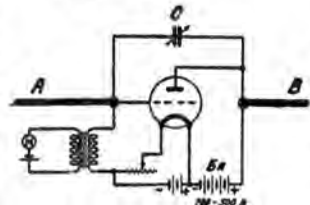
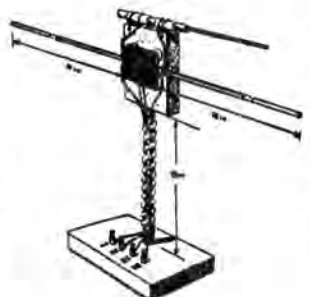
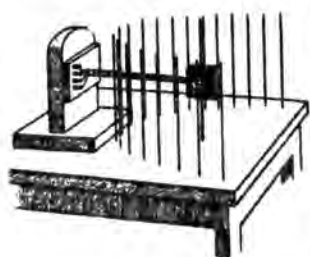

Рис. 2
Рис. 3
Рис. 4
В усилителе (рис. 2 статьи) реализован принцип широтно-импульсного регулирования мощности, который предполагает работу выходного транзистора в ключевом режиме; в идеальном случае мощность на нем не рассеивается вообще. Но в реальных условиях вследствие неидеальности характеристик электронных элементов, на транзисторе V4 выделяется некоторая мощность, причем наиболее сильно транзистор нагревается при некотором среднем значении мощности в нагрузке. Основная причина этого явления — работа силового транзистора в ненасыщенном режиме и малая крутизна фронтов импульсов.
ты, которые начали проводиться в 1924—1925 гг. в Лосиноостровской школе по передаче и приему на волне длиной 2 м (1). Схема передатчика, созданного под руководством Е. Н. Горячкина, показана на рис. 2, а конструкция — на рис. 3. «Развернутый колебательный контур, — писалось в статье, — служащий для излучения энергии, состоит из двух одинаковых прямолинейных проводников А и В, из которых первый А соединен с цилиндром [анодом], а второй В — с сеткой лампы... Приемник и передатчик помещаются внутри параболических зеркал (рис. 4), состоящих из вертикально поставленных медных проводников толщиной 3—5 мм, длиной в 110 см. Антенны передатчика и приемника должны быть укреплены вертикально и совпадать с так называемой фокальной линией зеркала... Регулируя переменные конденсаторы [самодельные, их конструкция показана в статье] передатчика и приемника, добиваются уверенного приема».